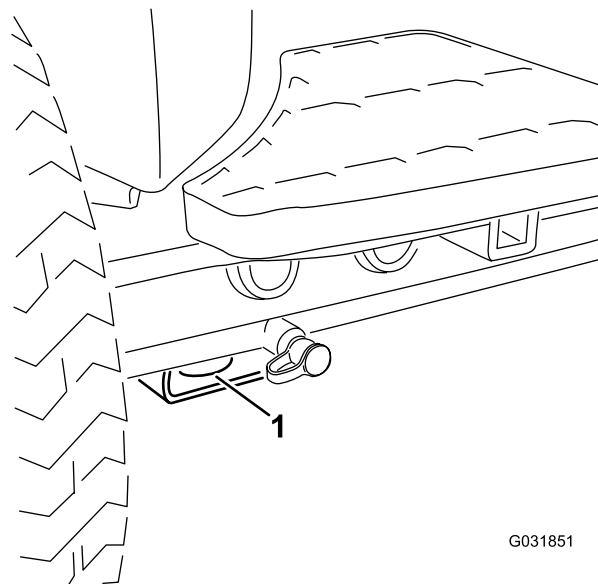
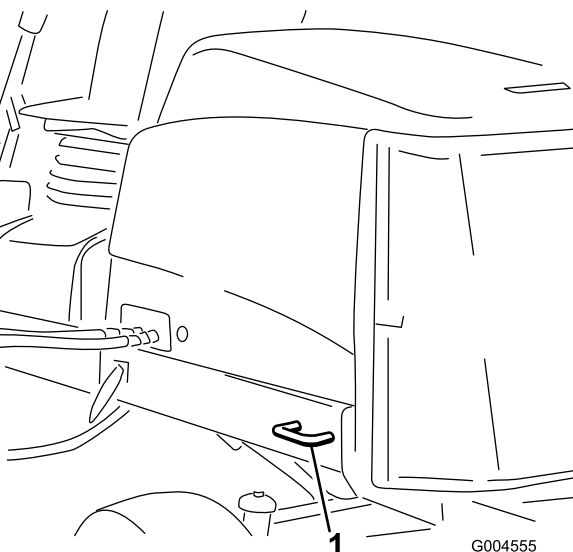

Figura 39
Figura 40
5. Utilize os aros de fixação metálicos na máquina para prender firmemente a máquina ao atrelado ou veículo com cintas, correntes, cabo ou cordas (Figura 39 e Figura 40).
- Dianteira – o orifício na pastilha retangular, por baixo do tubo do eixo, dentro de cada pneu dianteiro (Figura 39).